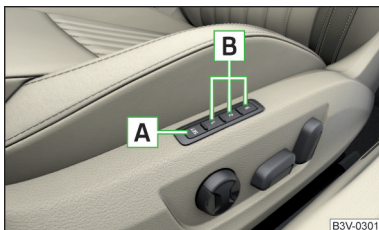

Fig. 67
Pe butoanele de memorare **B** de la scaunul șoferului poate fi memorat reglajul scaunului șoferului și poziția oglinzilor retrovizoare exterioare » fig. 67.
- Țineți apăsat butonul SET **A** » fig. 67 și apăsați în decurs de 10 s simultan butonul de memorare dorit **B**. Memorarea este confirmată printr-un semnal acustic.
- Cuplați contactul și apăsați butonul de memorare dorit **B** » fig. 67.